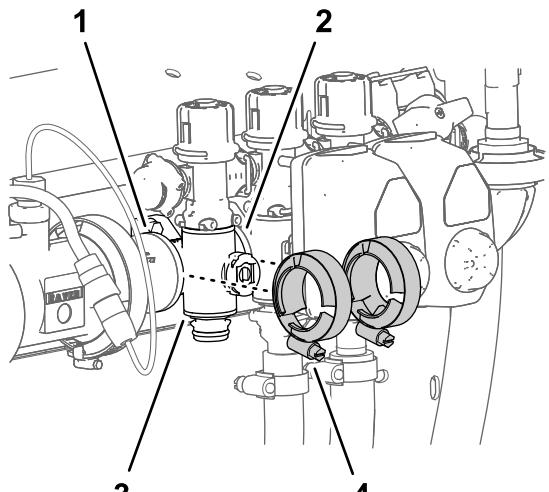

図 134
4. **個別ブームマニホールドバルブの取り外し (ページ 82)で取り外したフランジクランプを、ブームバルブマニホールドのフランジと、もう1つのブームバルブまたはカップリングアダプタのフランジの間に入れる図 134。**
7. フランジクランプ2個を手締めする図 134。